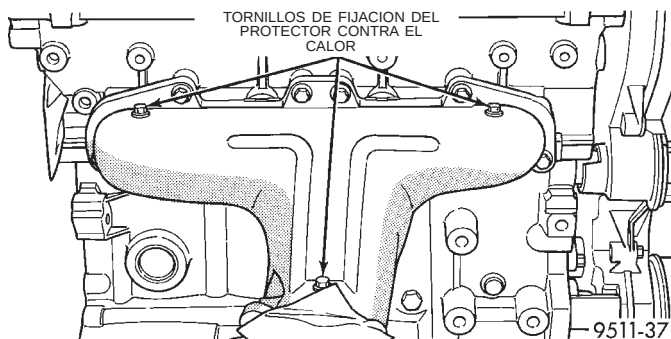

Fig. 26 Protector contra el calor del múltiple de escape
(1) Retire del múltiple el tubo de escape. Es posible que sea necesario desmontar todo el sistema de escape. Para informarse sobre el procedimiento, consulte el grupo 11, Sistema de escape.
(2) Retire el protector contra el calor del múltiple de escape (Fig. 26).